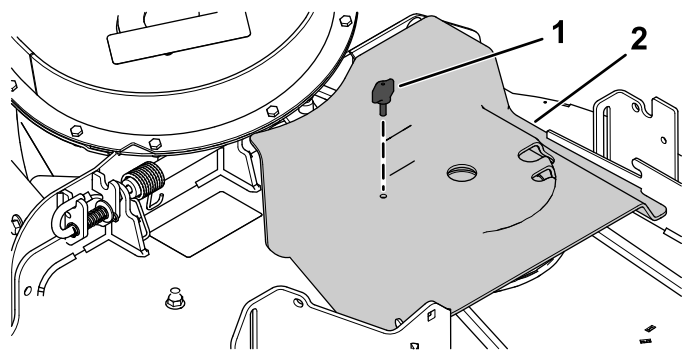

Figura 31
5. Montate il coperchio del copricinghia del soffiatore sulla cinghia del soffiatore e fissate il copricinghia con la manopola della cinghia (Figura 31).